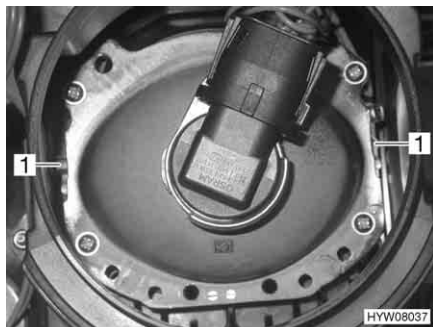
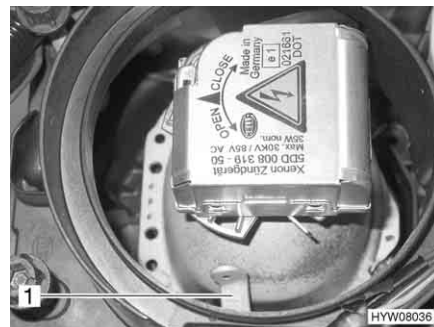

Fig. 193 Conversione fari anteriori
Fig. 194 Conversione fari anteriori (fari Xenon)
- Inclinare tutte le leve di conversione (Fig. 193,1 o Fig. 194,1) presenti sull'altro lato.